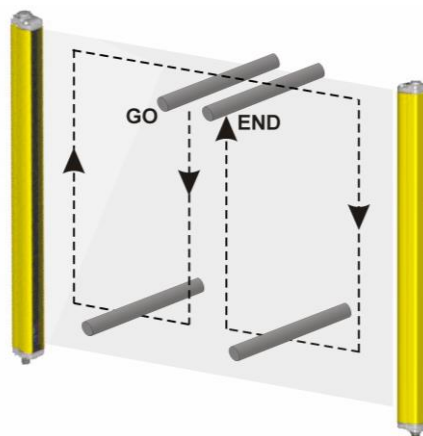

Abbildung 16 – Schema zur Überprüfung der Funktion
- Die AOPD während der Strahlenunterbrechung entlang des gesamten Erfassungsbereichs im OSSD-AUS-Zustand (➡) verweilt. Verwenden Sie dafür den entsprechenden „Teststab“ und befolgen Sie das in Abbildung 16 gezeigte Schema. Der entsprechende „Teststab“ hat ein Maß entsprechend der Auflösung der verwendeten AOPD, z. B. einen Durchmesser von 14 mm für einen Lichtvorhang mit 14 mm Auflösung.